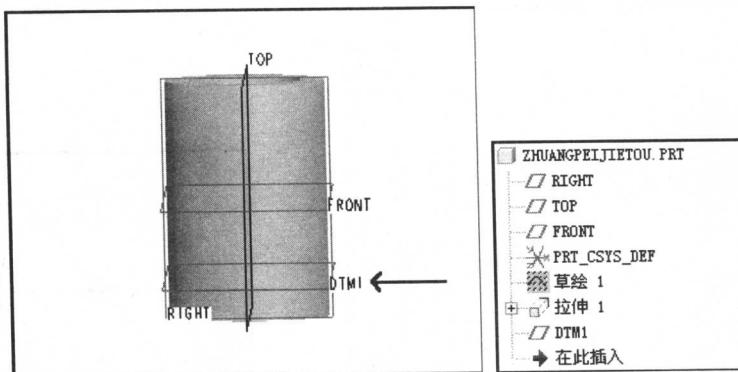

图 1-12 生成的 DTM1 (基准平面 1) 效果和“模型树”
(12) 在“基准平面”对话框中单击“确定” \square 按钮，然后通过单击来打开“基准平面开/关” \square ，使生成的 DTM1 (基准平面 1) 在视图中显示，此时在“模型树”中显示 DTM1 特征，旋转视图，效果如图 1-12 所示。